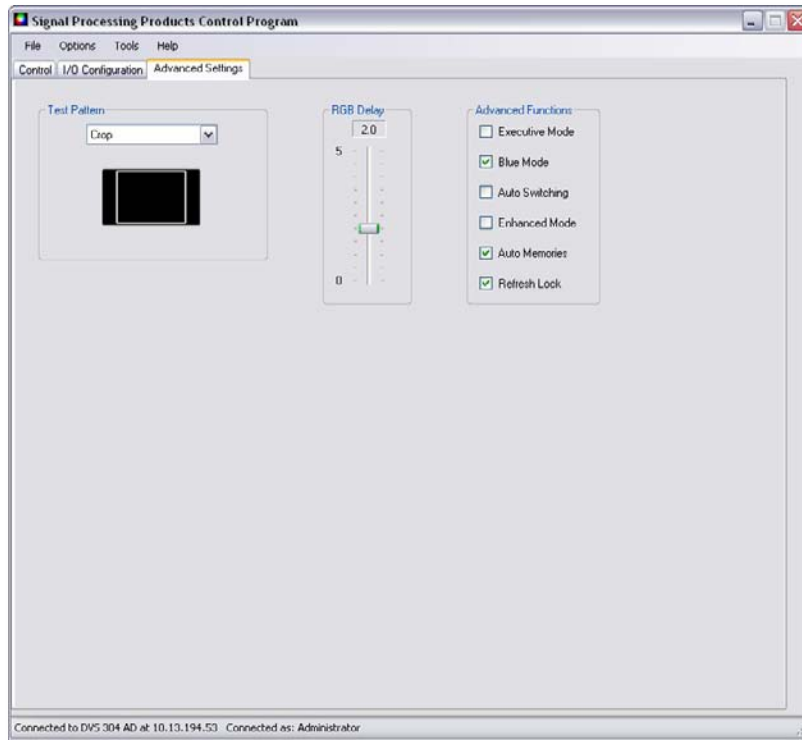

図 4-5 Advanced Settings (高度な設定) タブの画面
- **Test Pattern (テストパターン)** — 3種類のテストパターンが用意されています。出力ディスプレイの調整に必要なテストパターンを選択します。選択したパターンのサムネイルが、Test Pattern フィールドに表示されます(図 4-5 を参照)。テストパターンが必要ない場合は、OFF (オフ)を選択します。